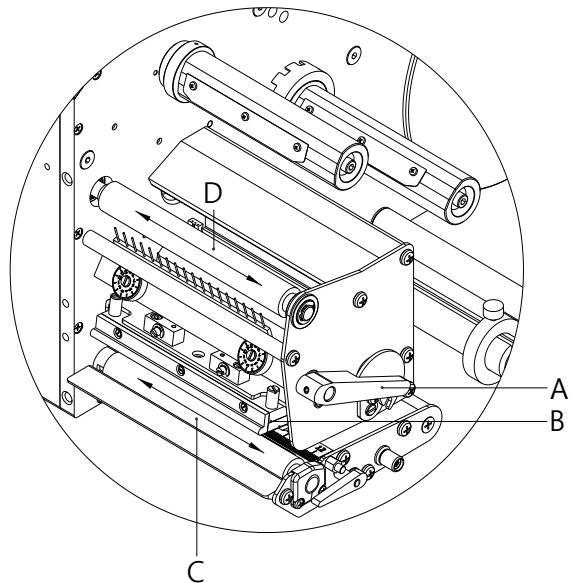

Abbildung 16
1. Andruckhebel (A, in Abbildung 16) gegen den Uhrzeigersinn drehen, um den Druckkopf zu entriegeln.
6. Andruckhebel (A, in Abbildung 16), bis er einrastet im Uhrzeigersinn drehen, um den Druckkopf anzuklappen.